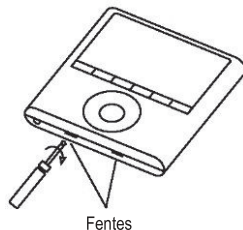

Fig. 3-4
5. Introduisez un tournevis pour vis à fente dans les fentes dans la partie inférieure du contrôleur câblé (2 endroits), puis déposez la partie supérieure du contrôleur câblé. (Fig. 3-4)